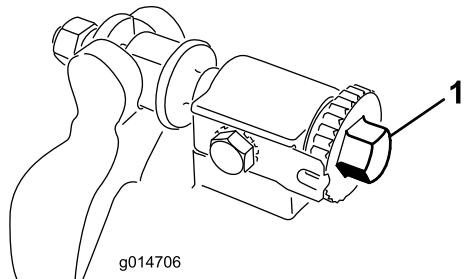
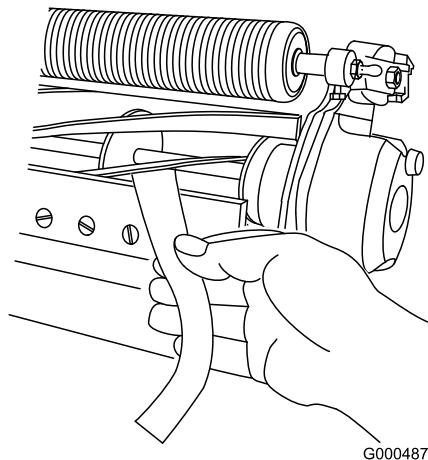

Figura 6
Figura 7
2. Asegúrese de eliminar el contacto con el molinete girando los tornillos de ajuste de la barra de asiento en el sentido contrario a las agujas del reloj (Figura 6).
4. En un extremo del molinete, inserte una tira larga de papel de periódico entre el molinete y la contracuchilla (Figura 7). Mientras gira el molinete lentamente hacia adelante, gire en el sentido de las agujas del reloj el tornillo de ajuste de la barra de asiento (en el mismo extremo del molinete) (Figura 6), un clic a la vez, hasta que el papel quede ligeramente aprisionado cuando se inserta desde delante, paralelo a la contracuchilla. Se notará una ligera resistencia al tirar del papel.
6. Cuando termine el ajuste, compruebe si el molinete 'pellizca' un papel cuando se inserta desde delante, y si corta el papel cuando se inserta perpendicular a la contracuchilla (Figura 7). Debe ser posible cortar el papel con un contacto mínimo entre la contracuchilla y las cuchillas del molinete. Si se nota una resistencia excesiva del molinete, será necesario afilar o amolar la unidad de corte para conseguir los filos necesarios para un corte de precisión (consulte el manual de afilado de molinetes de Toro).